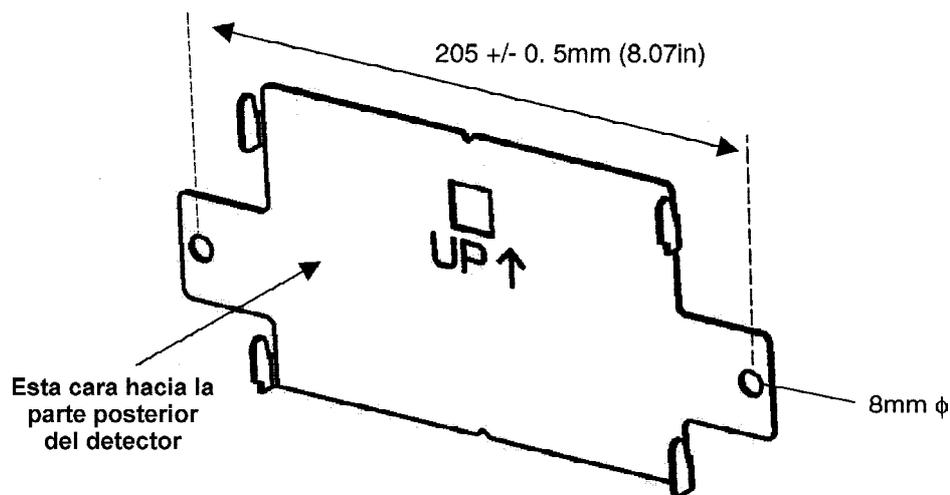

Figura 5. Dimensión de los agujeros y orientación de la pieza soporte
- Presentar la pieza soporte en la superficie donde se vaya a montar el equipo y marcar la posición de los taladros a efectuar. Ver dimensiones en la Figura 5. Utilizar un nivel de burbuja para nivelar el soporte.